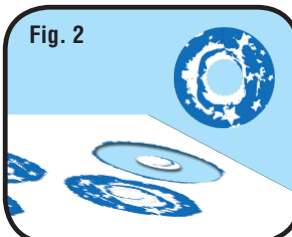

Fig. 2
1. Punch out die-cut Wheel Cover, remove center wheel hub cutout (Fig. 2) and test fit on wheel. Wheel Cover should not overlap the wheel's hub. Enlarge hub cutout area if needed.
1. Déposer pré-découpée couvres de roue et centre moyeu de roue découpe (Fig. 2) et le monter sur la roue. Couvres de roue ne pas se chevaucher la roue du moyeu. Aggrandir moyeu de roue zone de découpe si nécessaire.